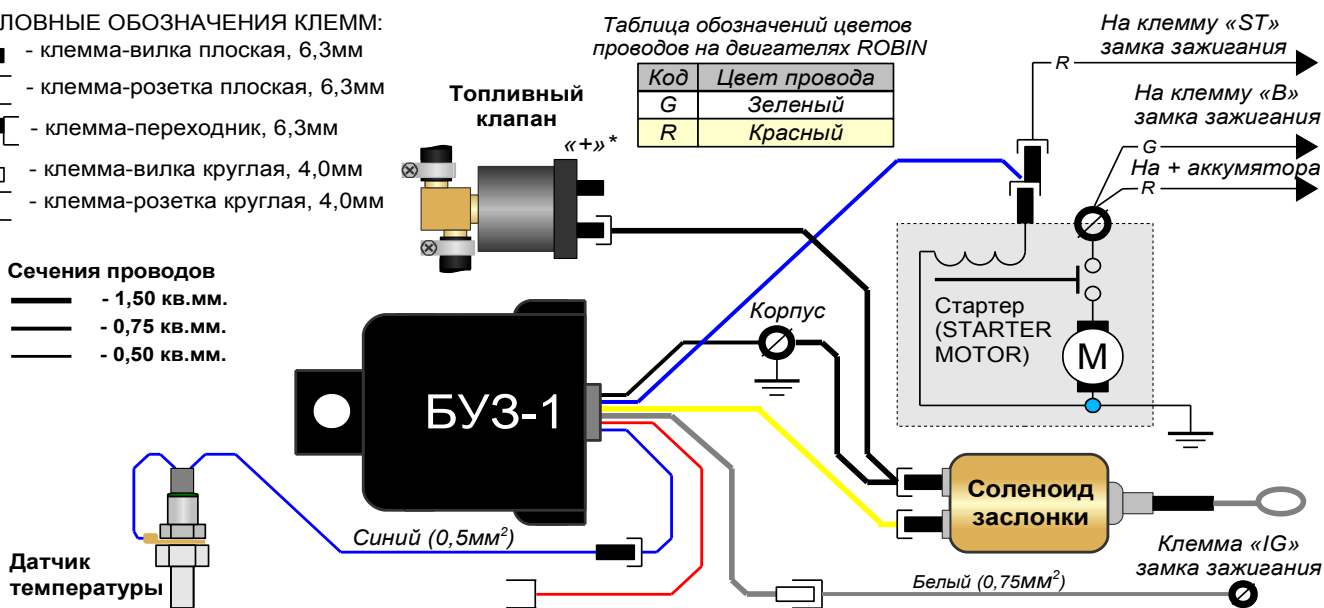

Рис.11. Схема подключения блока БУЗ к генератору и электроприводу.
- 14) Подключите блок управления заслонкой согласно прилагаемой схеме на рис.11.